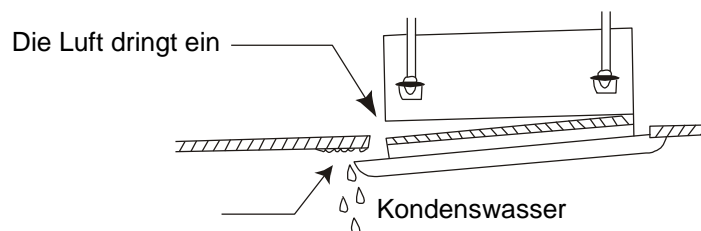

Abb. 31
2. Falsch eingedrehte Schrauben können Probleme verursachen, wie im Bild 31 gezeigt.